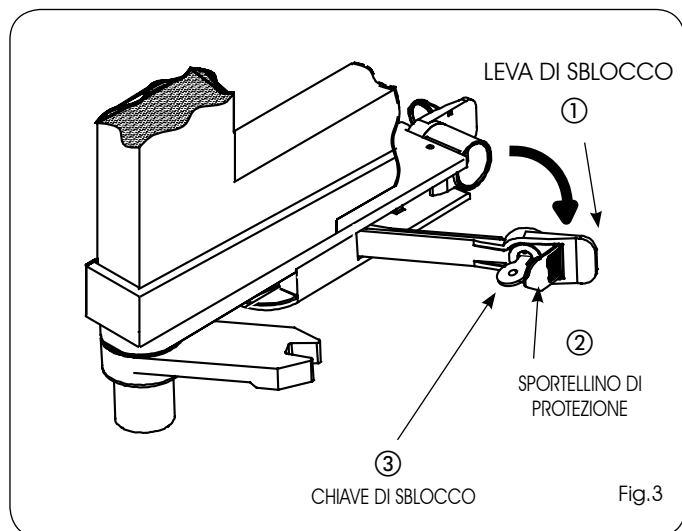

Fig.3
- 1) Aprire lo sportellino di protezione (Fig.3 rif. ②).
- 2) Introdurre la chiave di sblocco nella serratura (Fig.3 rif. ③) e ruotarla fino alla battuta.
- 3) Tirare la leva di sblocco verso di sé (Fig.3 rif. ①).